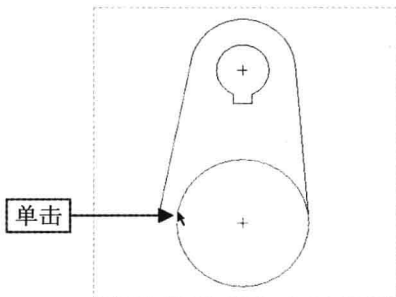

图 3-27 单击鼠标左键
Step 03 在绘图区左方的直线和下方的圆上依次单击鼠标左键，如图 3-27 所示。